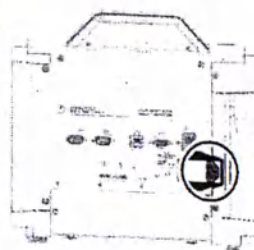

Рисунок 7. Соединение переменного тока
1. Подсоединить розеточную часть шнура к электрической розетке на задней панели оксиметра (Рисунок 7).